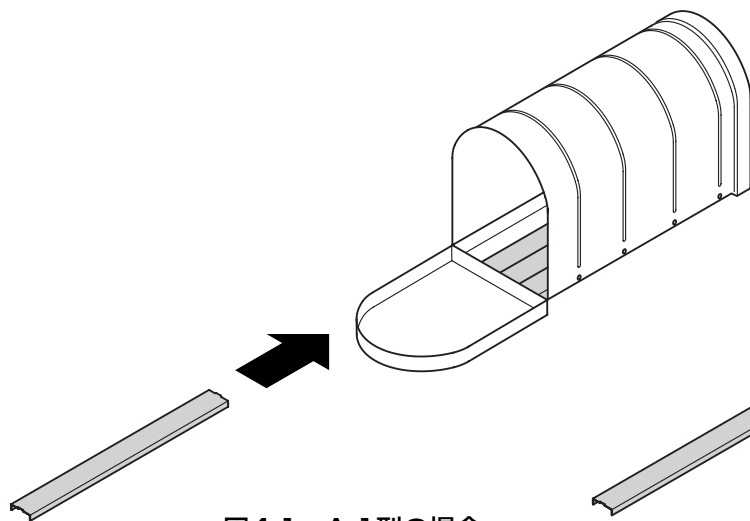

図4-1 A-1型の場合
- ❶ 図4-1、4-2を参照して敷板をはめ込んでください。